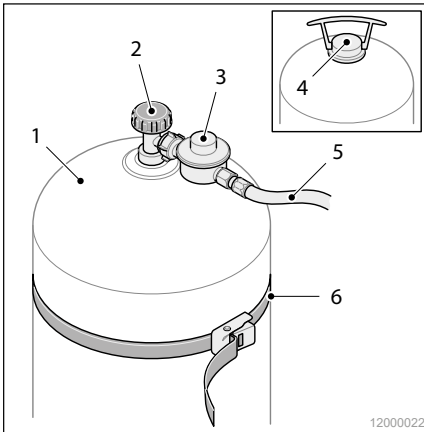

Abb. 23 Gasflasche wechseln
2. Schließen Sie das Absperrventil (Abb. 23/2) der leeren Gasflasche (Abb. 23/1) (gegen den Uhrzeigersinn drehen).
3. Schrauben Sie den Gasregler (Abb. 23/3) zusammen mit dem Anschlussschlauch (Abb. 23/5) von der Gasflasche ab.
4. Lösen Sie den Gurt (Abb. 23/6) und entnehmen Sie die leere Gasflasche.
5. Entfernen Sie ggf. die Transportsicherung (Abb. 23/4) der neuen, vollen Gasflasche und heben Sie die Transportsicherung auf.
6. Platzieren Sie die volle Gasflasche in den dafür vorgesehenen Plastikhalter und fixieren Sie die Gasflasche mit dem Gurt (Abb. 23/6).
7. Schließen Sie den Gasregler (Abb. 23/3) wieder an die Gasflasche an.
8. Öffnen Sie das Ventil (Abb. 23/2) an der Gasflasche (im Uhrzeigersinn drehen).